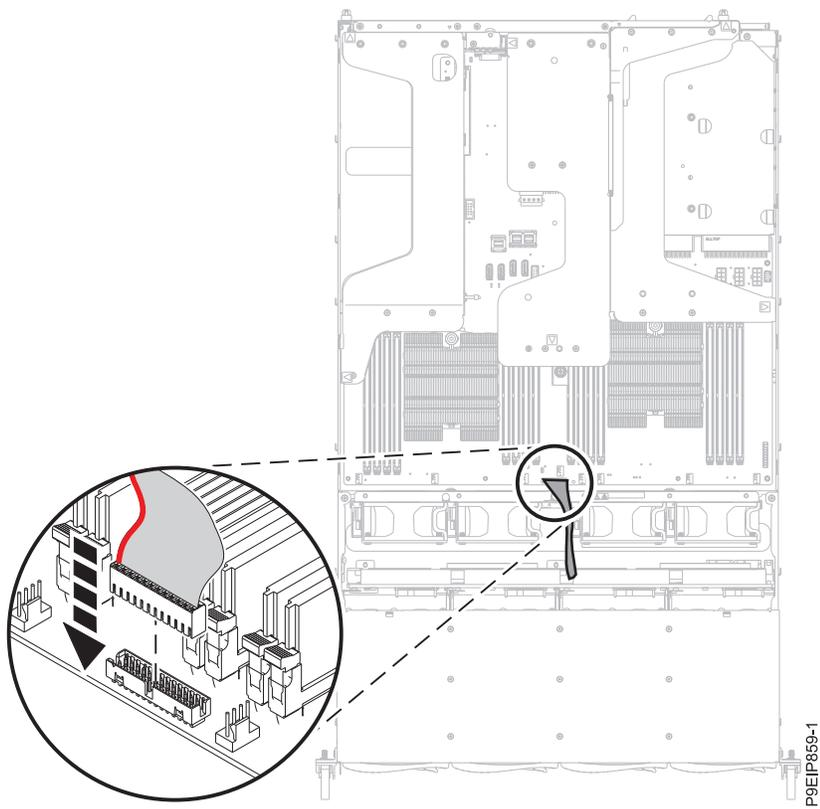

Figura 79. Sustitución del cable del panel de operador
19. Vuelva a colocar el cable del panel de operador en la placa posterior del sistema, como se muestra en la Figura 79 en la página 74. Con la parte frontal del sistema delante suyo, la banda roja del cable tiene que quedar a la izquierda del conector.